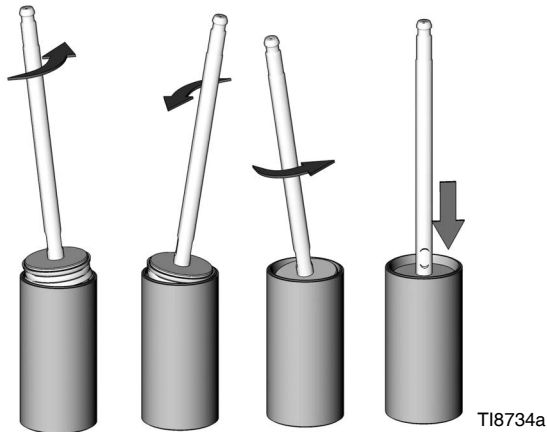

ABB. 9. Kolben in Zylinder einbauen
- Die InnenSeite des Zylinders (1) schmieren. Kolbenbaugruppe in Zylinder (1) schieben. Kolbenbaugruppe wie in ABB. 9.